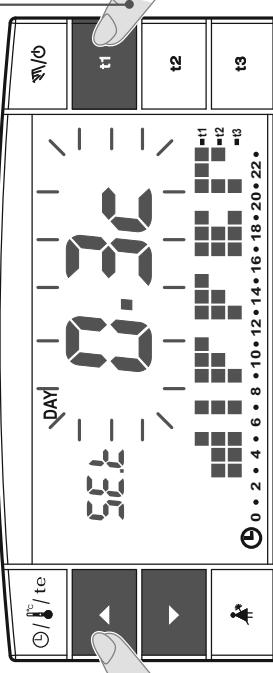

fig. 36
- Presionar la tecla **t1** hasta que aparezca en la pantalla el valor del diferencial existente en forma parpadeante (ejemplo fig. 36 - configuración de fábrica **0,3c**).
- Modificar el valor (de 0,2 a 0,7) con las teclas **▲** **▼** (ejemplo fig. 36).